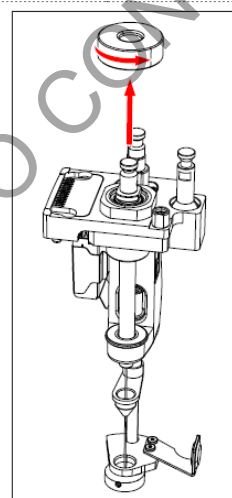

Figura 7 Herramienta PSM con el detalle de la rosca plástica superior.
7.5.6 Remueva la tuerca plástica grande que está en la parte superior de la herramienta PSM. Ver figura 7